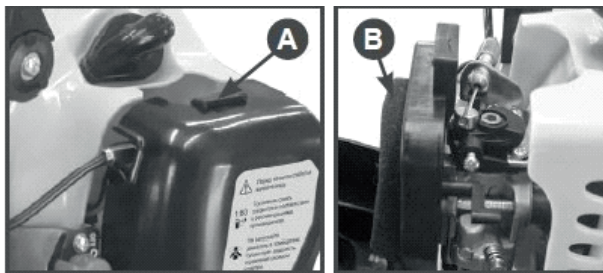

Рис. 8 Снятие воздушного фильтра
1. Открутите барашковую гайку (А) и снимите крышку воздушного фильтра (Рис. 8).